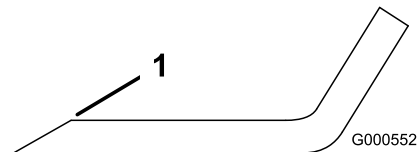

**Figura 48**
Sujete el extremo de la cuchilla usando un trapo o un guante grueso. Retire del eje el perno de la cuchilla, la arandela curva y la cuchilla (Figura 48).
1. Instale la cuchilla en el eje (Figura 48).
2. Instale la arandela curva (con la copa hacia la cuchilla) y el perno de la cuchilla (Figura 48).